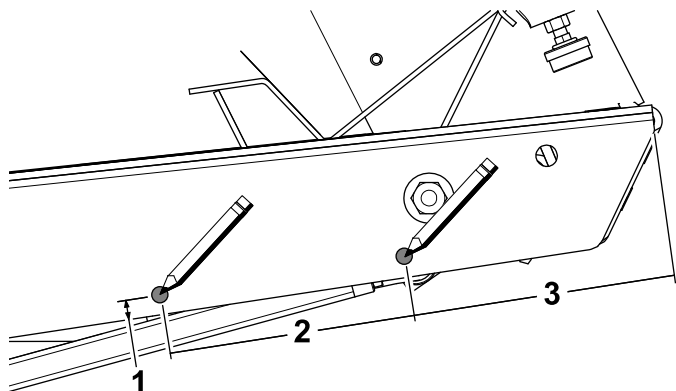

図 6
1. ペダルカバー用の右側取り付け穴をマーキングする 図 6。